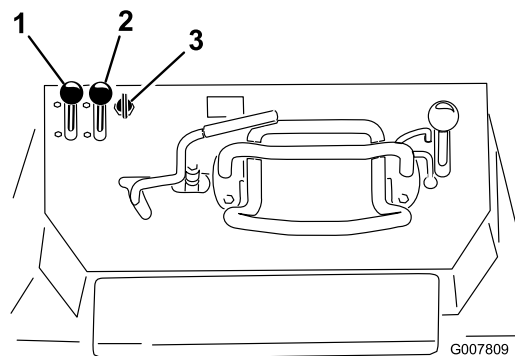

Bild 19
1. Schieben Sie den Gasbedienungshebel in die Mittelstellung zwischen Langsam und Schnell (Bild 19).
2. Schieben Sie den Chokehebel auf die Ein-Stellung (Bild 19).
- Modell 22971: Drehen Sie den Schlüssel in die Ein-Stellung (Bild 19). Lassen Sie den Schlüssel los, wenn der Motor anspringt.
4. Schieben Sie den Chokehebel langsam auf die Aus-Stellung (Bild 19). Schieben Sie beim Absterben oder Aussetzen des Motors den Choke wieder nach vorne, bis der Motor warm gelaufen ist.
5. Schieben Sie den Gasbedienungshebel auf die gewünschte Stellung (Bild 19).
1. Stellen Sie den Gasbedienungshebel auf die Langsam-Stellung (Bild 19).
3. Drehen Sie den Zündschlüssel auf die Aus-Stellung (Bild 19).